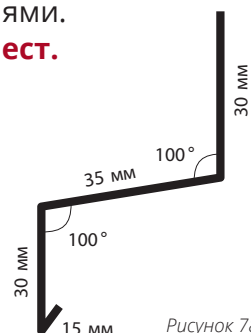

Рисунок 78
- 15.8 Вариант 2.** Используя металлический отлив и два J-профиля (рис. 77). До установки верхнего J-профиля в нем необходимо высверлить небольшие отверстия с интервалом 400-500 мм в нижней полке, для отвода воды из J-профиля. Между J-профилями и отливом необходимо оставить зазор. На рис. 78 показан вариант чертежа отлива.
- 16.1** Монтаж с помощью J-фаски (ветровой доски). Если ширины ветровой доски достаточно для закрытия лобовой доски J-фаской, монтаж осуществляется следующим образом: вдоль верхнего края лобовой доски устанавливается финишная планка (рис. 78); при необходимости J-фаска обрезается до нужной ширины; используя пробойник насечек, сделайте насечки с интервалом 100 мм и установите J-фаску таким образом, чтобы ее верхний край фиксировался в финишной планке.